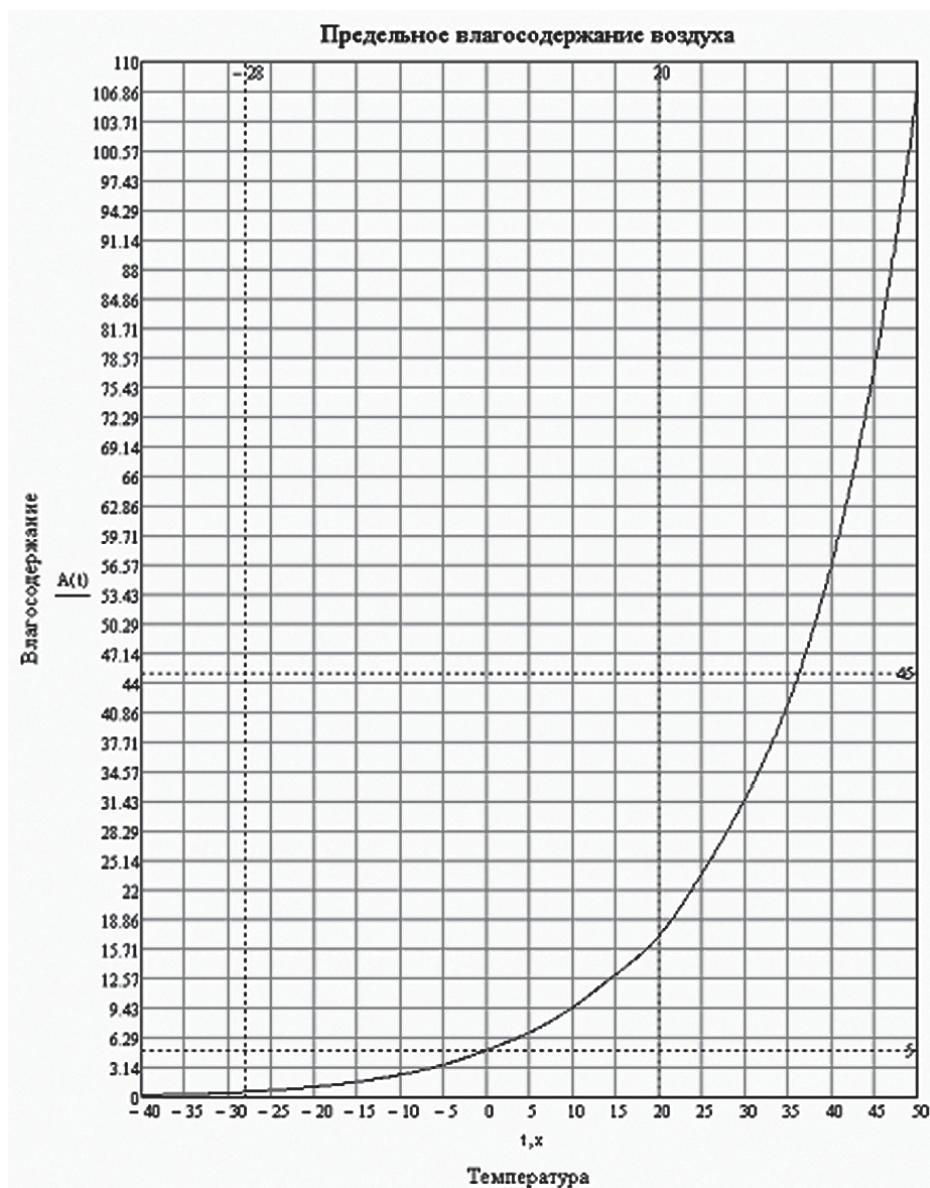

Рисунок 5.
- С установкой новых окон, обладающих повышенной герметичностью и пониженной воздухопроницаемостью, микроклимат в помещении существенно изменится. Из-за того, что приток холодного наружного воздуха с низким влагосодержанием уменьшится, температура в помещении, а с ней и влажность повысятся. Почему наружный воздух более сухой? Существует закономерность, что чем холоднее воздух, тем меньше он может удерживать в себе влаги в испаренном состоянии. Таким образом, чем холоднее на улице, тем суше наружный воздух (см. рисунок 5).